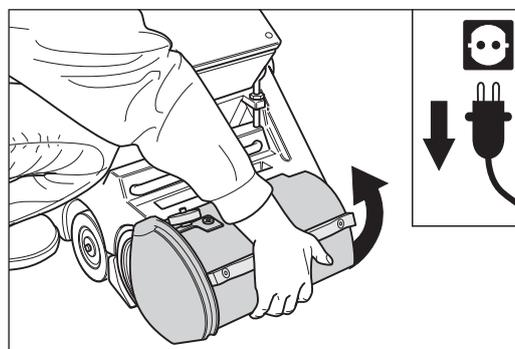

Abb. 30 **Den Netzstecker aus der Steckdose ziehen** und den Walzendeckel nach oben klappen.
- 3 Klappen Sie den Walzendeckel an der Vorderseite des Maschinengehäuses nach oben (Abb. 30).